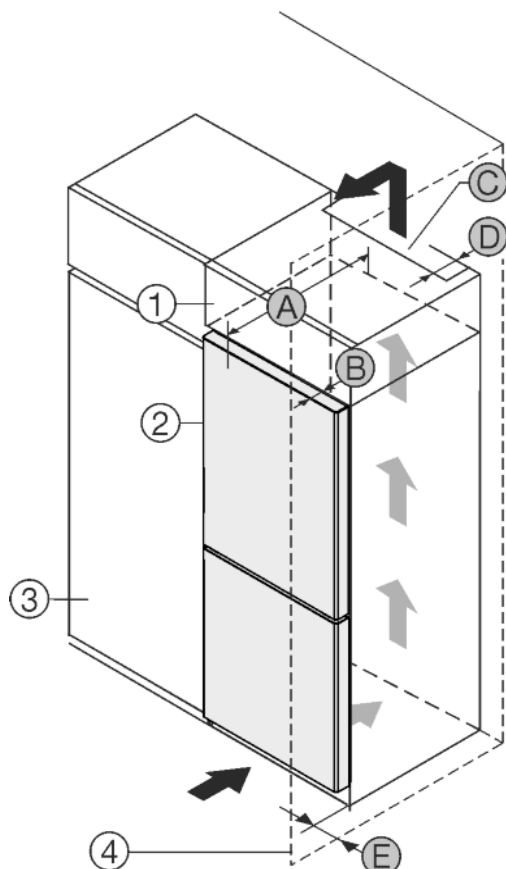

Fig. 1
- (1) Armario superior\*
- (2) Aparato\*
- (3) Armario de cocina\*
- (4) Pared\*
- (A) Profundidad del aparato\*
- (B) Profundidad de la puerta\*
- (C) Sección transversal de ventilación\*
- (D) Distancia con respecto a la parte trasera del aparato\*
- (E) Distancia con respecto al lateral del aparato\*
Colocar el aparato directamente al lado del armario de cocina Fig. 1 (3).\*
Colocar el aparato con una distancia de 5 cm entre el aparato y el armario de cocina Fig. 1 (3).\*
En la parte trasera del armario superior debe haber una cámara de salida de aire con una profundidad Fig. 1 (D) que abarque toda la anchura del armario.\*
Bajo el techo de la estancia debe mantenerse la sección transversal de ventilación Fig. 1 (C).\*
Si el aparato se instala con las bisagras junto a una pared Fig. 1 (4), la distancia entre el aparato y la pared debe ser de como mínimo 40 mm. Esto equivale al saliente del tirador con la puerta abierta.\*
Para poder abrir totalmente la puerta, el aparato debe sobresalir la profundidad de la puerta Fig. 1 (B) respecto del frente del armario de cocina. El aparato puede sobresalir más en función de la profundidad de los armarios de cocina Fig. 1 (3) y del uso de distanciadores de pared.\*
Para poder abrir totalmente la puerta, el aparato debe sobresalir la profundidad de la puerta (B) respecto del frente del armario de cocina. El aparato puede sobresalir más en función de la profundidad de los armarios de cocina Fig. 1 (3) y del uso de distanciadores de pared.\*